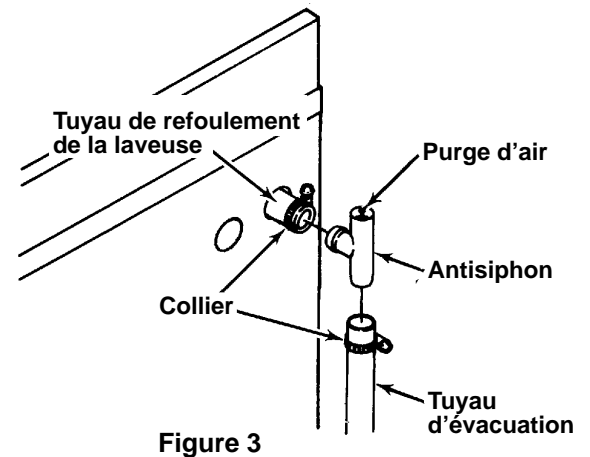

Figure 3
2. Install siphon break to machine discharge hose, using clamp supplied. See Figure 3.
3. Install drain hose to siphon break as shown in Figure 3, using clamp supplied. Cut to fit the particular drain installation.
2. À l'aide du collier fourni, brancher l'antisiphon sur le tuyau de refoulement de la laveuse. Voir la Figure 3.
3. À l'aide du collier fourni, brancher le tuyau d'évacuation sur l'antisiphon, comme il est illustré à la Figure 3. Le couper à la longueur voulue pour qu'il s'adapte à l'installation d'évacuation.